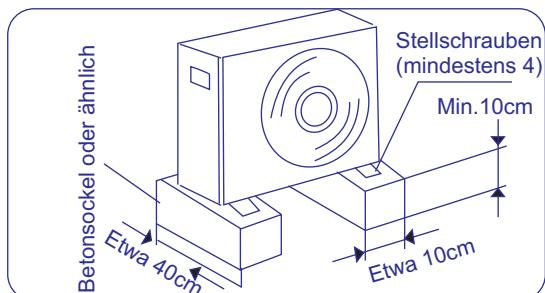

Abb. 8.2
- Bereiten Sie einen starken Sockel (10X40cm2 Platte aus Beton oder ähnlichen) vor. Das Gerät sollte nicht weniger als 10 cm hoch gelegt werden, damit es nicht nass oder korrodiert wird. Andernfalls kann es zur Beschädigung oder Verkürzung der Lebensdauer des Geräts führen. (Abb. 8.2)